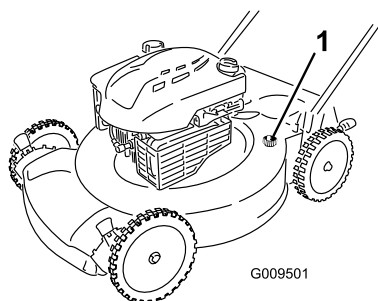

Рисунок 25
5. Присоедините садовый шланг, подключенный к источнику воды, к промывочному отверстию в корпусе (Рисунок 25).